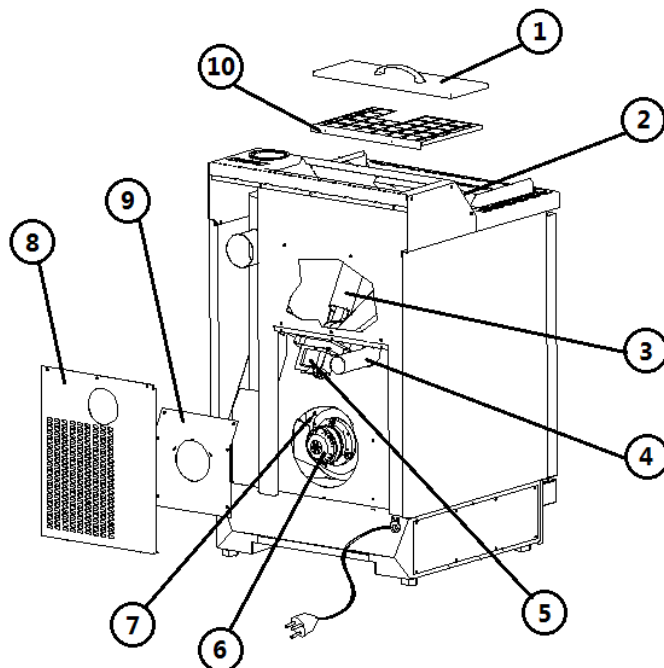

Fig. 36 - Vue arrière
LÉGENDE	Fig. 36 à page 70
- Dévisser les 3 vis du panneau de contrôle + les 6 vis du carter aspirateur (voir **Fig. 36 à page 70**).